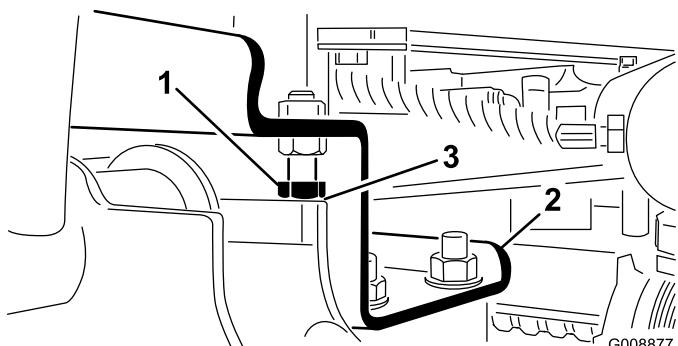

Figura 12
- A. Solte os parafusos de bloqueio (Figura 12).
2. Certifique-se de que a folga entre cada braço de elevação e pino de bloqueio é de 0,13 a 1,02 mm (Figura 12). Se a folga não corresponder às medidas recomendadas, ajuste os pinos de fecho até obter a folga necessária.